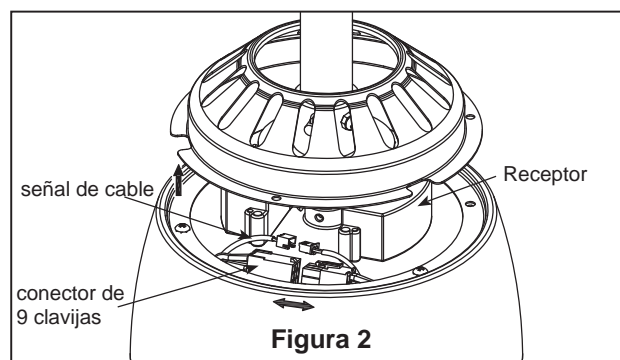

Figura 2
- 2.** Desconecte el cable de señal y el conector de 9 clavijas. Vuelva a colocar el receptor antiguo con el nuevo receptor. (Figura 2)